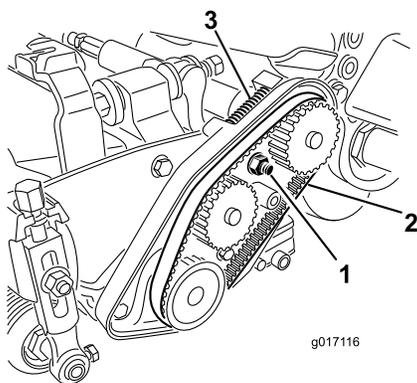

Figure 43
- A. Desserrez l'écrou de fixation du logement de roulement (Figure 43).
- C. Enlevez les débris présents dans le compartiment de la courroie et autour du ressort de compression (Figure 43).